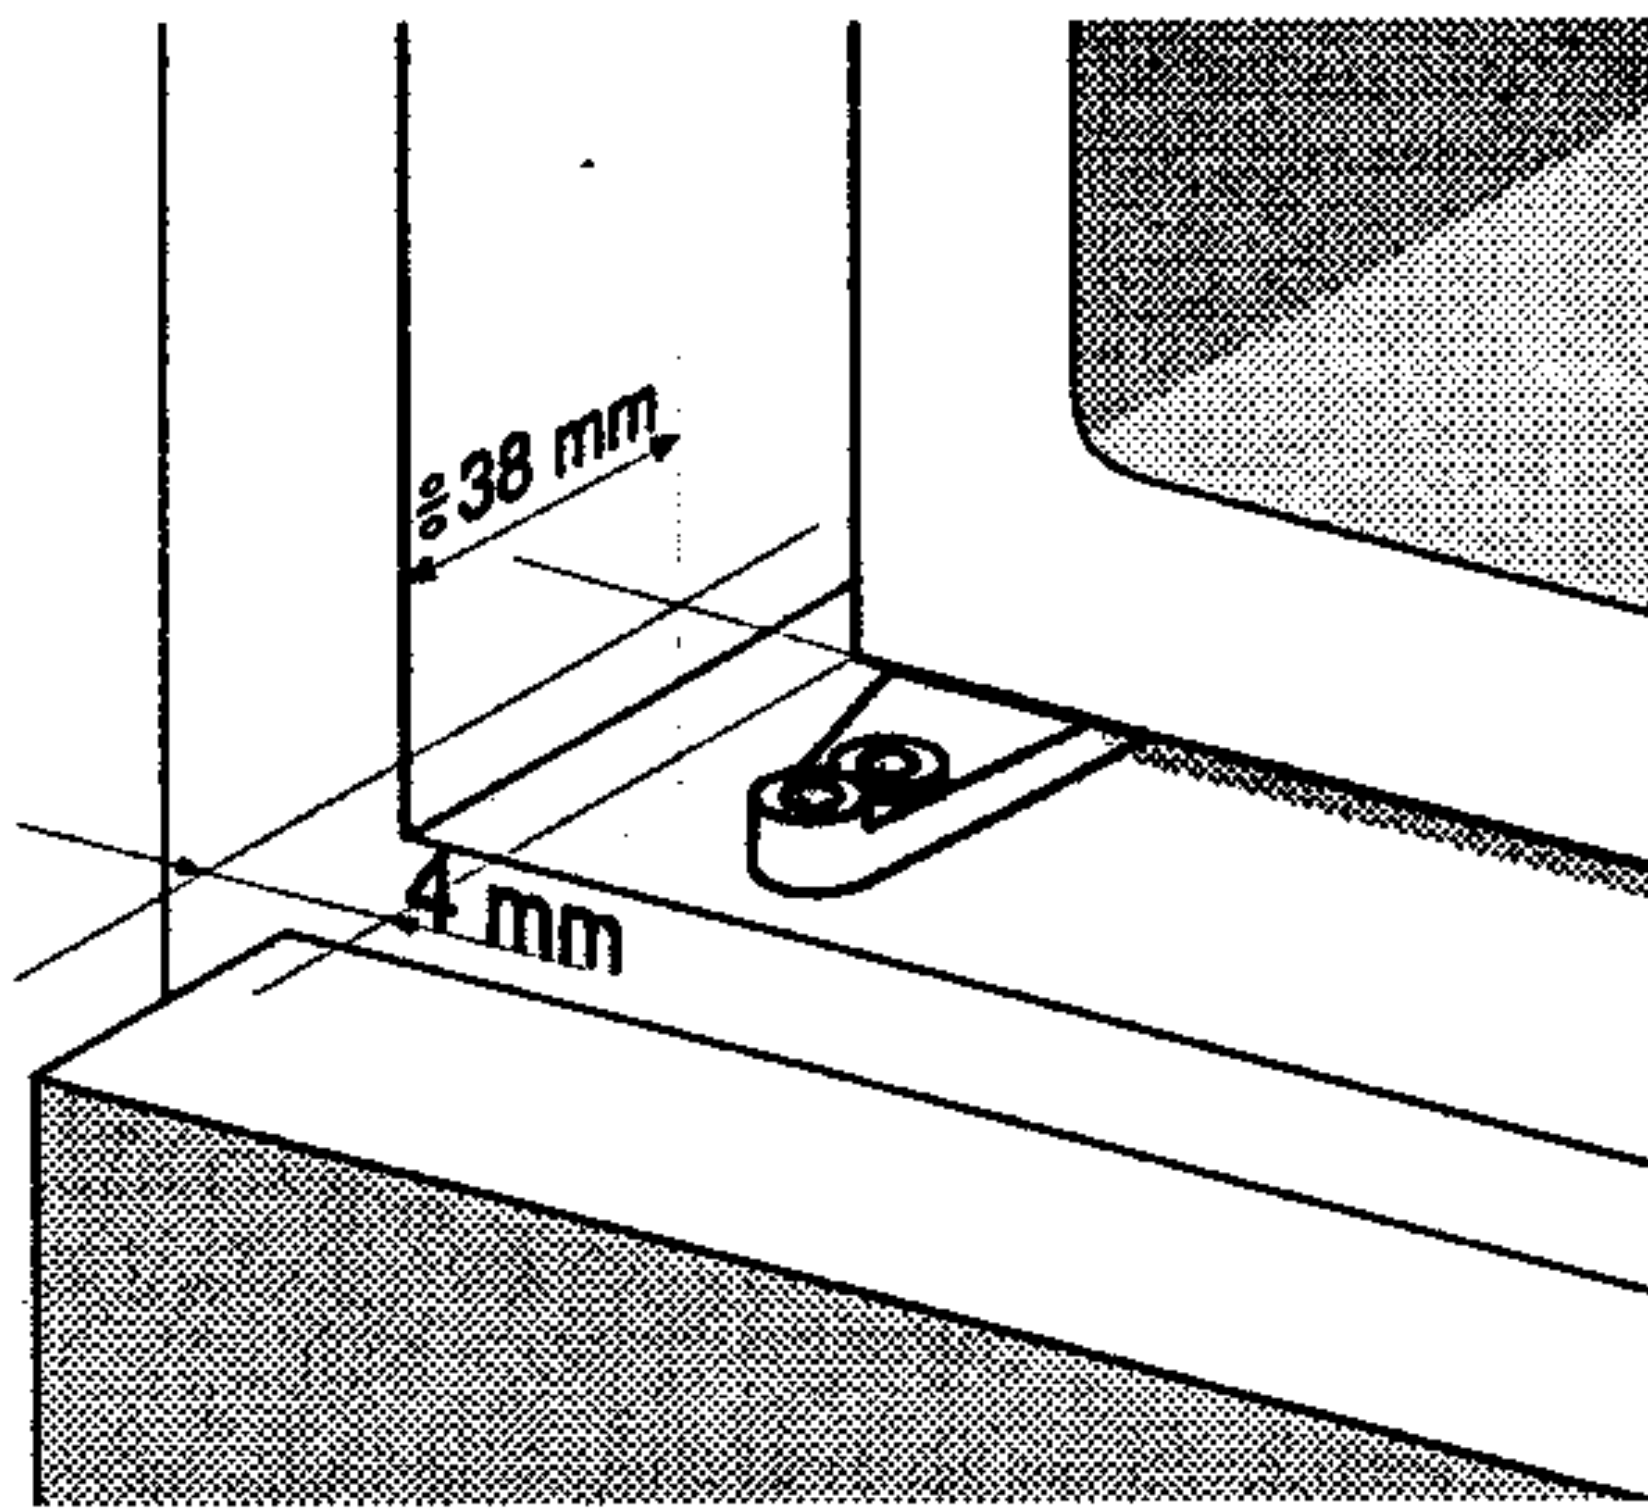

Bild 1
- Drücken Sie das Gerät ungefähr 38 mm tief ins Möbelement, dabei muß der Abstand zwischen dem Gerät und der Seitenwand des Möbelementes an der Gegenseite des Türscharniers auf der ganzen Höhe 4 mm betragen (Bild 1).